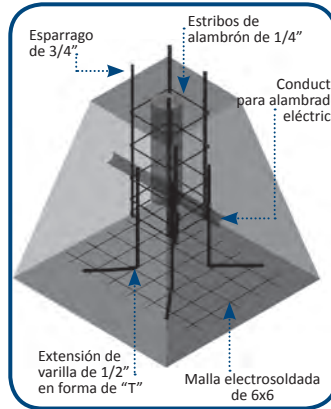

Figura 6. ISOMÉTRICO.
3.2 Coloque el poste cónico y apriete las tuercas, verifique que el poste se encuentre bien colocado y que no exista movimiento en la base, quedando fijo e inamovible como se muestra en la **Figura 6 y 7**.